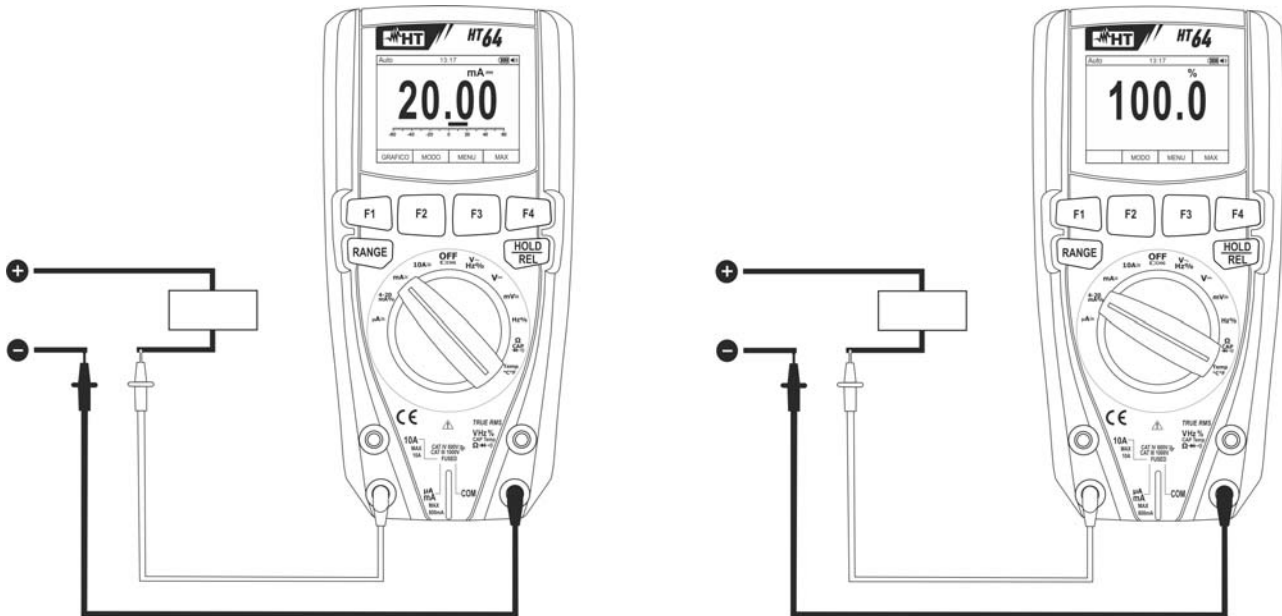

Fig. 29: Uso dello strumento per misura di Corrente DC e lettura 4-20mA%
4. Collegare il puntale rosso ed il puntale nero in serie al circuito di cui si vuole misurare la corrente rispettando la polarità ed il verso della corrente (vedere Fig. 29)
6. Il valore della corrente DC (vedere Fig. 29 – parte sinistra) è visualizzato a display
7. Il valore della lettura 4-20mA% (0mA = -25%, 4mA = 0%, 20mA = 100% e 24mA = 125%) (vedere Fig. 29 – parte destra) è visualizzato a display. La barra grafica non è attiva in questa funzione
9. La visualizzazione del simbolo "-" sul display dello strumento indica che la corrente ha verso opposto rispetto alla connessione di Fig. 29